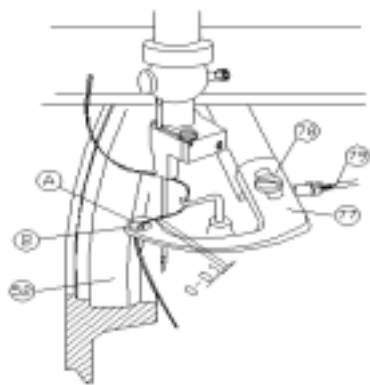
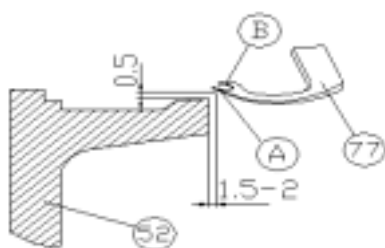
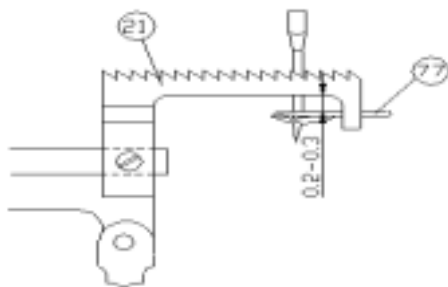

FIG. 40
FIG. 41
FIG. 42
Le chargeur du fil (77) sert pour charger le fil dans l'aiguille. La partie arrière (UN) de la pointe, quand dans sa place plus proche à l'aiguille, devrait paître l'aiguille sans le courber. La place peut être ajustée en déplaçant le chargeur du fil sur son support après avoir défait les deux vis (78). FIG.40. Quand le chargeur du fil est à droite à la fin de sa traverse, la distance entre la partie arrière (UN) et le bord droit de la roue du fil-chargement (52) devrait être 1.5 - 2 mm. FIG. 41.
La distance correcte est obtenue en ajustant la tringle de la cravate (79) entre les deux joints. La hauteur est ajustée en courbant le chargeur du fil. FIG. 41. Vérifiez qu'il y a un intervalle d'au sujet de 0.2-0.3mm entre le chargeur du fil et la partie inférieure du chien de l'alimentation. FIG. 42.